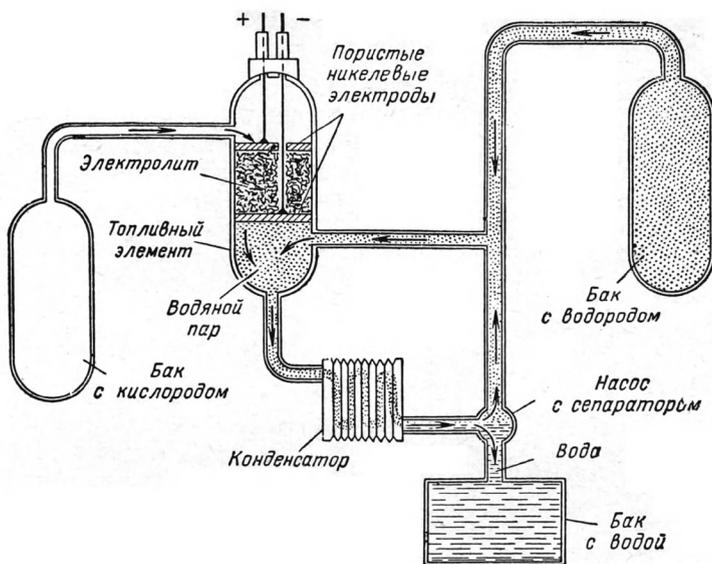

Рис. III.42. Генератор электрической энергии в виде топливного элемента.
**Топливный элемент.** Ученые и инженеры постоянно ищут новые методы получения электрической энергии. Иногда в полузабытых работах далекого прошлого они случайно находят не очень зрелые, но весьма плодотворные идеи и, воспользовавшись современной техникой исследования, создают устройства, завоевывающие всеобщее признание. Так, например, сложилась судьба недавно созданного топливного элемента, оправдавшего возлагавшиеся на него надежды. Он вырабатывает электричество с исключительно высоким коэффициентом полезного действия, достигающим 85% (коэффициент полезного действия лучшей современной электростанции паротурбинного типа достигает лишь 40%). Первая простейшая модель топливного элемента была построена англичанином Уильямом Гроуом еще в 1839 г. За прошедшие с тех пор годы в работах над топливным элементом участвовали многие ученые, однако лишь недавние исследования позволили превратить этот элемент в то совершенное устройство, которое является эффективным источником энергии для космических кораблей. Схема одного из вариантов топливного элемента изображена на рис. III.42.